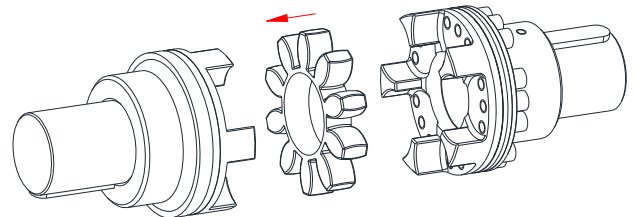

Figura 19: montaje de la estrella
- Instale la estrella dentro de la levas del mangón (véase figura 19).